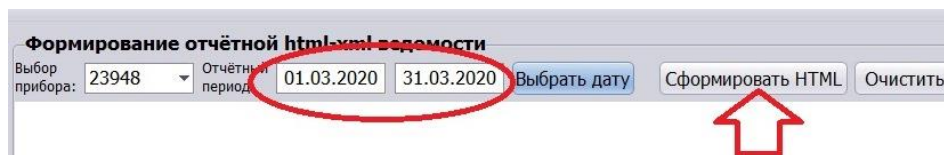

Рисунок 28.
6.4. Проверьте правильность номера выбранного прибора учёта и дат отчётного периода. Для формирования отчётной ведомости нажмите кнопку «Сформировать HTML» (рисунок 28).